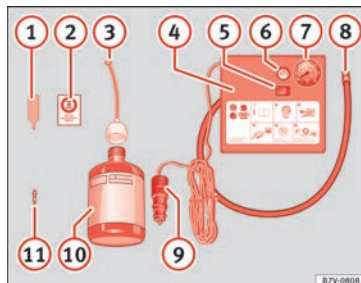

Fig. 102 Représentation standard : contenu du kit antirevaillon.
Le kit antirevaillon se trouve dans le coffre à bagages, sous le revêtement du plancher de chargement. Il inclut les composants suivants » **fig. 102** :
Revissez le tuyau de gonflage » fig. 102 ⑧ et vérifiez la pression de gonflage du pneu sur l'indicateur ⑦.